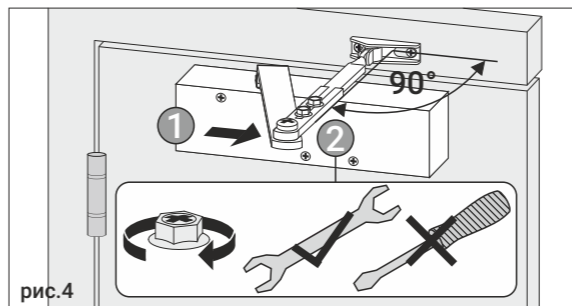

рис.4
3. Сместите нерегулируемую по длине часть рычага в сторону от петель так, чтобы регулируемая телескопическая часть рычага расположилась под углом 90° к поверхности дверного полотна. Удерживая рычаг в таком положении, затяните (рис.4) два шестигранных винта фиксации телескопической части рычага гаечным ключом (в комплект поставки не входит). Использование отвертки может привести к преждевременному износу винтов фиксации рычага. Убедитесь в надежности фиксации телескопической части рычага и в том, что рычаг располагается под углом 90° к поверхности дверного полотна.